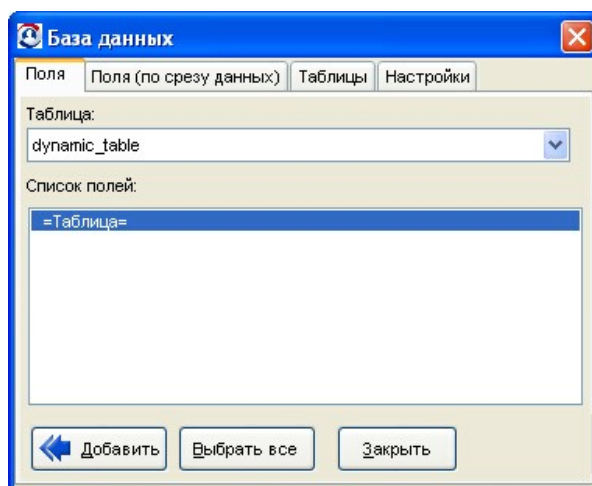

Рисунок 11.2. Добавление динамической таблицы на экранную форму
3. в открывшемся окне (рис. 11.2) выбрать созданную ранее таблицу (в примере "dynamic_table"), выделить поле **=Таблица=** и нажать кнопку **Добавить**.